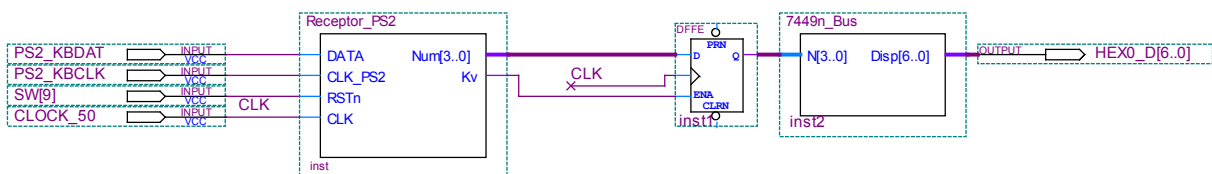

Figura 4. Circuito de prueba de la parte a)
- Verificar el funcionamiento del **Receptor\_PS2**, probando el circuito de la figura 4 en la placa. Para ello se debe conectar un teclado en el conector PS2 de la placa. Observar que al soltar una tecla numérica, se despliega su valor en el display HEX0\_D.